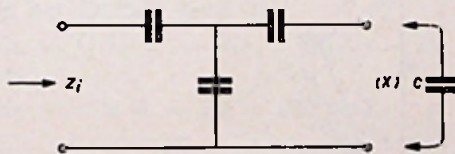

Fig. 49 30896
B. T-cel opgebouwd uit capaciteiten en belast met een capaciteit (fig. 49).